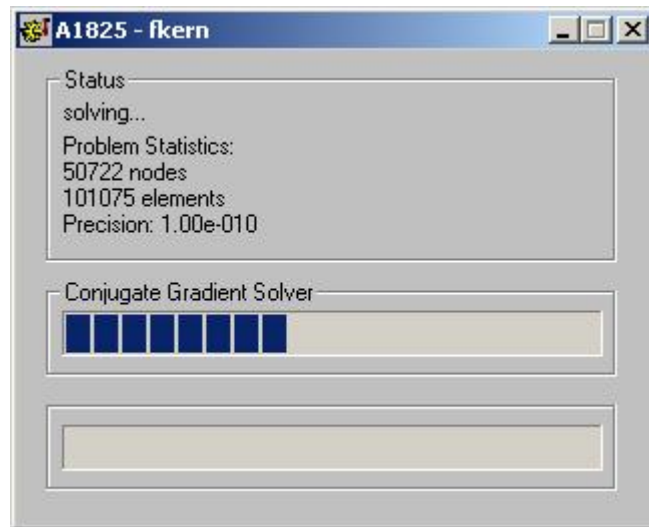

Abb.6 Der Fortschritt der Berechnung sowie einige Kenndaten der behandelten Aufgabenstellung werden angezeigt.
- Das Programm zeigt Ihnen den Fortschritt der Berechnung laufend an (vgl. Abb. 6).